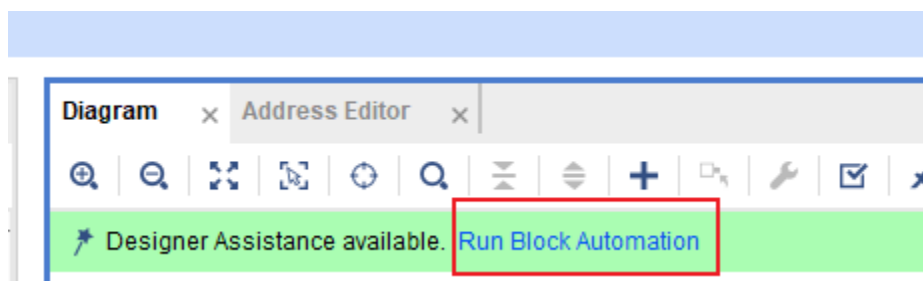
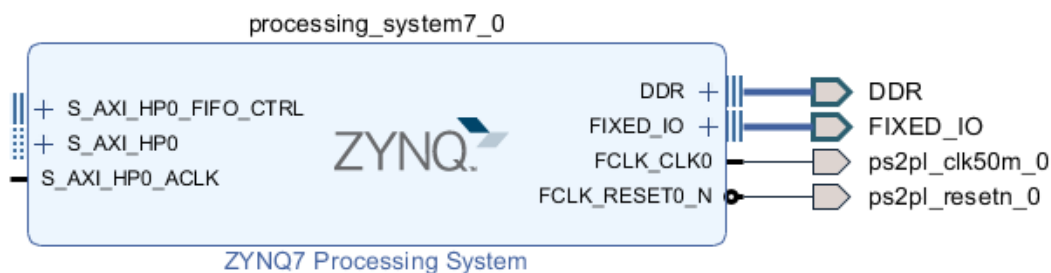

图 1-20 Run Block Automation
图 1-21 导出端口
- 2) 依据步骤 1，导出 ZYNQ 核的 FCLK_CLK0 接口并重命名为 ps2pl_clk50m_0。随后如图 1-20 所示点击上方的 Run Block Automation 导出 DDR 以及 FIXED IO，这一部分是 PS 的相关引脚，导出即可。最终 zynq 核如图 1-21 所示：